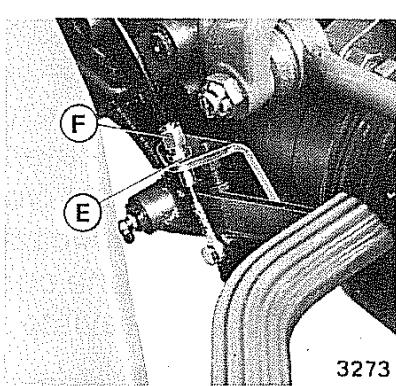

Fig. 19 - Registro di posizione del comando del cambio
- allentare il dado **E** (fig. 19).